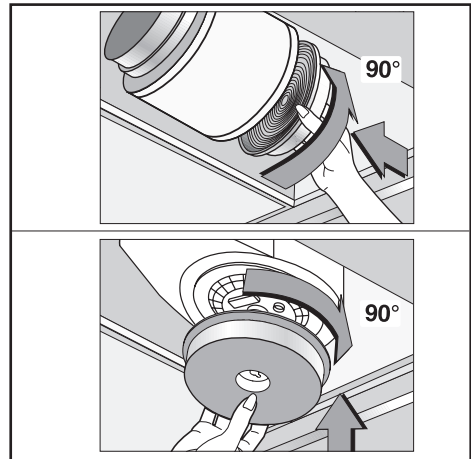

Рис. 5
Перед тем как приступить к сборке устройства, для облегчения его монтажа отсоедините фильтр/жироулавливающий фильтр (рис. 5).
- наденьте угольные фильтры на двигатель вытяжки и поверните их на 90° вплоть до щелчка (рис. 5);